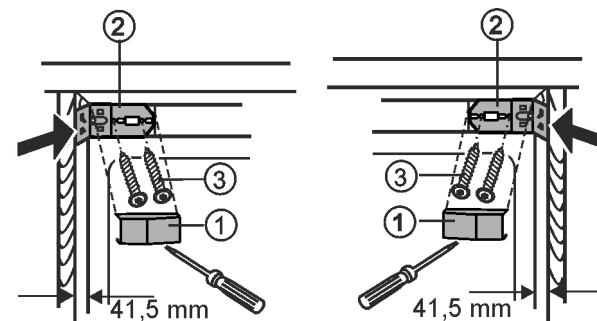
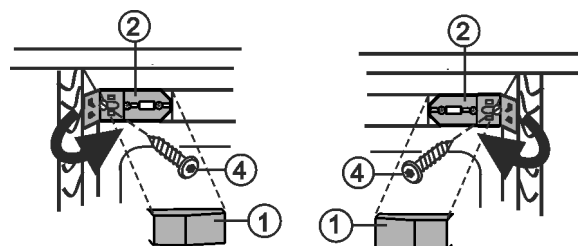

Fig. 11
Fig. 16
- ▶ Sortir le couvercle par le haut, à droite et à gauche Fig. 11 (1).
- ▶ Visser légèrement l'équerre de fixation Fig. 11 (2) à droite et à gauche avec des vis Fig. 11 (3).
- ▶ Visser l'appareil avec une vis Fig. 16 (4) à droite et à gauche sur la paroi latérale. Serrer fermement la vis Fig. 11 (3).
- ▶ Rabattre les parties latérales de l'équerre de fixation Fig. 16 (2) et les bloquer.
- ▶ Clipser de nouveau cache Fig. 16 (1).